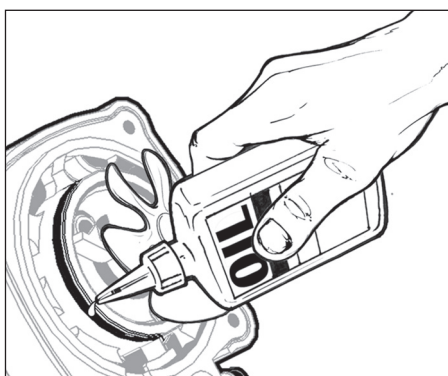

Figura 9
5. Vuelva a instalar el anillo en O y lubrique minuciosamente con el aceite proporcionado en la caja. Asegúrese de que el aceite se aplique uniformemente alrededor de todo el anillo en O (vea la Figura 9). Use un paño limpio para limpiar cualquier exceso de aceite.